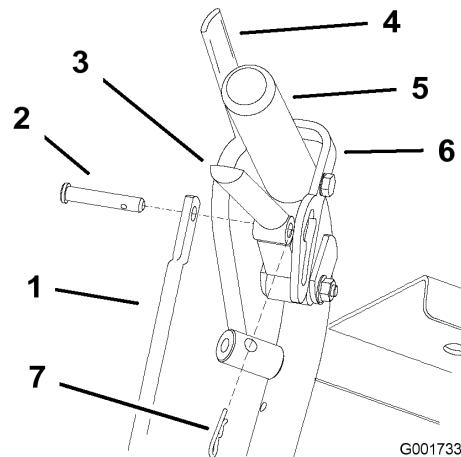

Figure 40
1. Ajustez la longueur de la tige en relâchant le levier de déplacement et en enlevant la goupille fendue et l'axe de chape. Tournez la tige dans la fixation (Figure 40).
4. Placez l'axe de chape dans le levier de déplacement (Figure 40).
- Placez la goupille fendue entre les leviers de déplacement et les verrous de point mort, et dans les axes de chape (Figure 40).